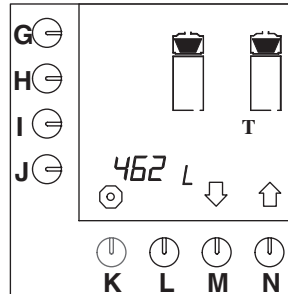

Abb. 19 Gesamtzählwerk für das Kaffeebrühsystem
- Jetzt erscheint das Gesamtzählwerk im Display. Die Gesamtanzahl der Liter Kaffee, die während der Lebensdauer des Geräts aufgebüht wurden, kann im Display abgelesen werden (Abb. 19).